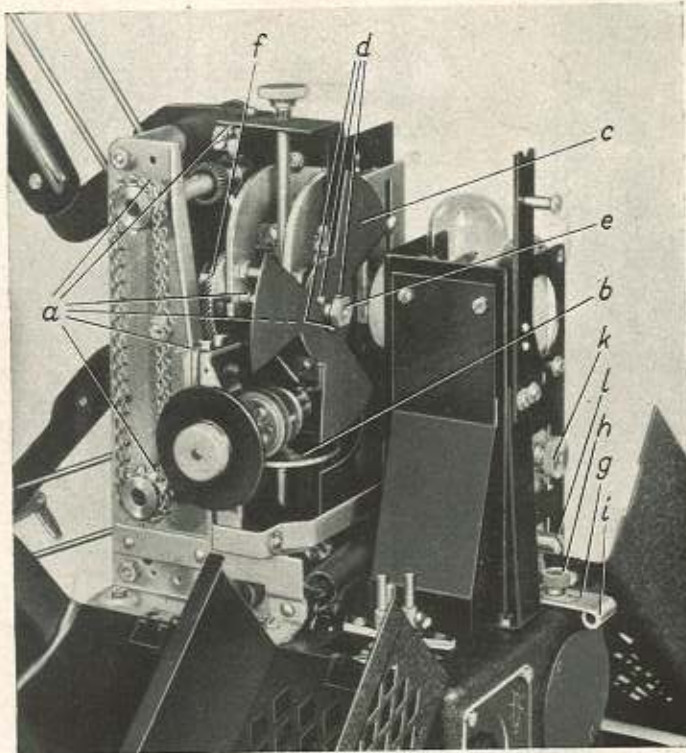

Bild 14. Getriebeansicht des Projektors, Widerstandsseite (Widerstand herausgenommen).
Kein Öl an die Linsen, in den Bildkanal, an die Friktionsscheibe (b in Bild 14) oder die Transportorgane bringen! Nicht zuviel ölen! Nach dem Ölen Projektor einige Minuten ohne Film laufen lassen und abgespritztes Öl sauber abwischen.
Beim Auswechseln der Blende Seitenteile des Gehäuses (e und f in Bild 4 und 5) herunterklappen, Schutzgehäuse (a) abnehmen, Widerstand (d) herausnehmen, dann Sechskantmutter (e in Bild 14) lösen. Blende paßt nur in einer Stellung und Richtung; Stellung wird durch Stifte (d) festgelegt.
Lockerung der Befestigungsschrauben des die Blende antreibenden Schraubentrades (f in Bild 14).
2. Beide Madenschrauben, mit denen das Schraubentrad (f in Bild 14) auf seiner Achse befestigt ist (Madenschrauben sind in Bild 14 nicht sichtbar), lösen und Blende (c) leicht verdrehen:
} von hinten gesehen, wie in Bild 14.
Schraube (h in Bild 14), die den verschiebbaren Fuß (g) mit der Lampenfassung festhält, lockern und Fuß am Handgriff (i) nach vor- oder rückwärts oder seitlich verschieben. Rändelmutter (k) lösen und Lampenfassung mit Handgriff (l) nach auf- oder abwärts verschieben. Zum Prüfen der Einstellung bei eingeschaltetem Projektor Lupe oder zweites Objektiv vor Apparatobjektiv halten, oder Apparatobjektiv weit aus der Fassung herausziehen. Dadurch werden auf dem Bildschirm die Wendelbilder und dazwischen die vom Hohlspiegel entworfenen Spiegelbilder der Wendeln sichtbar. Die richtige Einstellung ist dann erreicht, wenn auf dem Bildschirm die Spiegelbilder der Wendeln in gleichmäßigen Zwischenräumen zwischen den Wendelbildern liegen. Wendelbilder wie Spiegelbilder erscheinen nicht gestochen scharf, sondern gleichmäßig weich gezeichnet. Sie stehen dabei nicht senkrecht, sondern sind, von der Mitte des Bildes aus betrachtet, nach rechts und links durchgebogen (tonnenförmig verzeichnet). Diese Verzeichnung ist im Interesse einer bestmöglichen Ausleuchtung erforderlich.